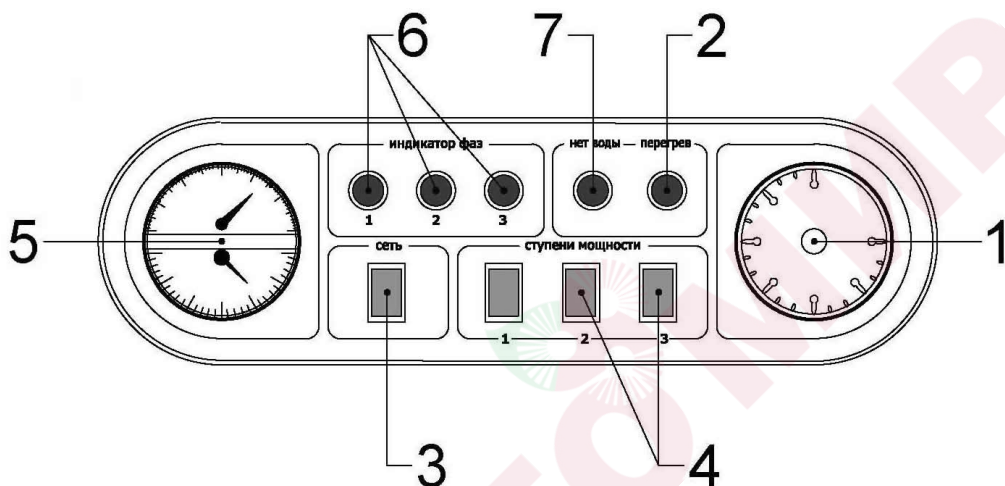

Рис. 2
- ✓ Плата управления котла (11). Плата анализирует состояние датчика температуры воды, термовыключателя, датчика уровня, датчика температуры воздуха (опция), реле протока (опция). Плата выполняет анализ поступивших сигналов и производит включение или выключение ступеней мощности в зависимости от конкретной ситуации. Включение и выключение ступеней мощности осуществляется каскадно, с задержкой 3 секунды, чтобы исключить скачки напряжения в сети;
- ✓ Плата резервного управления (12), расположена рядом с электронной платой управления котла и представляет собой планку с разъемами. В случае сбоя в работе платы управления, или выхода ее из строя, до приезда специалистов сервисного центра, прибор можно переключить на работу по механическим датчикам - через плату резервного управления (подробнее см. раздел техническое обслуживание);
- ✓ Клеммная колодка (5), предназначена для подключения к прибору внешних опций: комнатного термостата или термостата-программатора; (опция) и стабилизатора напряжения (опция);
- ✓ Зажимы кабеля питания (7), для подключения подводящего кабеля;
- ✓ Плавкий предохранитель платы управления (10), Управляющая цепь контакторов и схема управления защищены плавкими предохранителями.
- 4.7. Состояние работы прибора отражается световыми индикаторами на панели управления (Рис. 2). Панель управления содержит следующие элементы:
- ✓ Термоманометр (5) позволяет контролировать давление в системе и температуру на выходе из прибора;
- ✓ Индикатор «Перегрев» (2) загорается при перегреве воды (нарушение циркуляции) при этом прибор автоматически выключается. После остывания теплоносителя примерно на $15-20$ °C нагрев снова включается;
- ✓ Индикатор «Нет воды» (7) показывает отсутствие теплоносителя в приборе;
- ✓ «Индикаторы фаз» (6) показывают наличие фаз на вводном аппарате защиты;
- ✓ Выключатель «Сеть» (3) служит для включения прибора в работу;
- ✓ Выключатели "I", "II", "III" (4) служат для включения первой, второй и третьей ступеней мощности прибора. Внутренняя подсветка выключателей показывает, какие ступени мощности включены;
- ✓ Ручка регулятора температуры теплоносителя (1) обеспечивает плавную регулировку температуры теплоносителя.
- 7.13. Все элементы управления расположены на лицевой стороне прибора на панели управления. (Рис. 2).